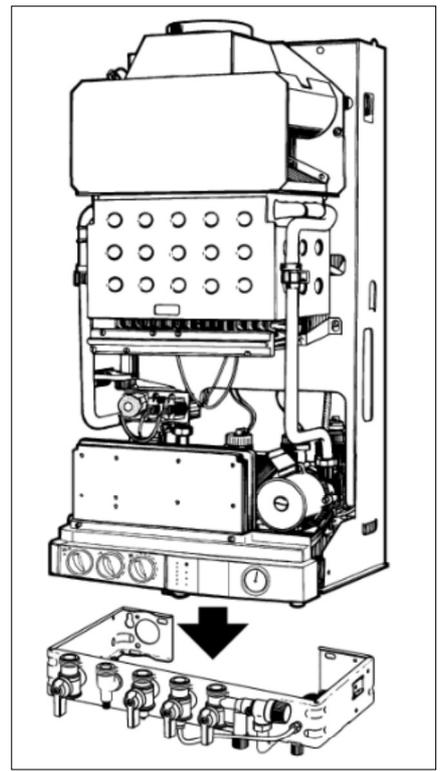

Fig. 10
- Présenter la chaudière au dessus de la barrette, la laisser descendre en appui sur celle-ci (fig. 10).
- Mettre en place les différents joints, "**G**" (caoutchouc) sur le gaz, plus le filtre eau "**F**" sur l'eau froide, et serrer les raccords des tubes de liaison en commençant par le tube gaz (fig. 10 a).
Fig.10 a